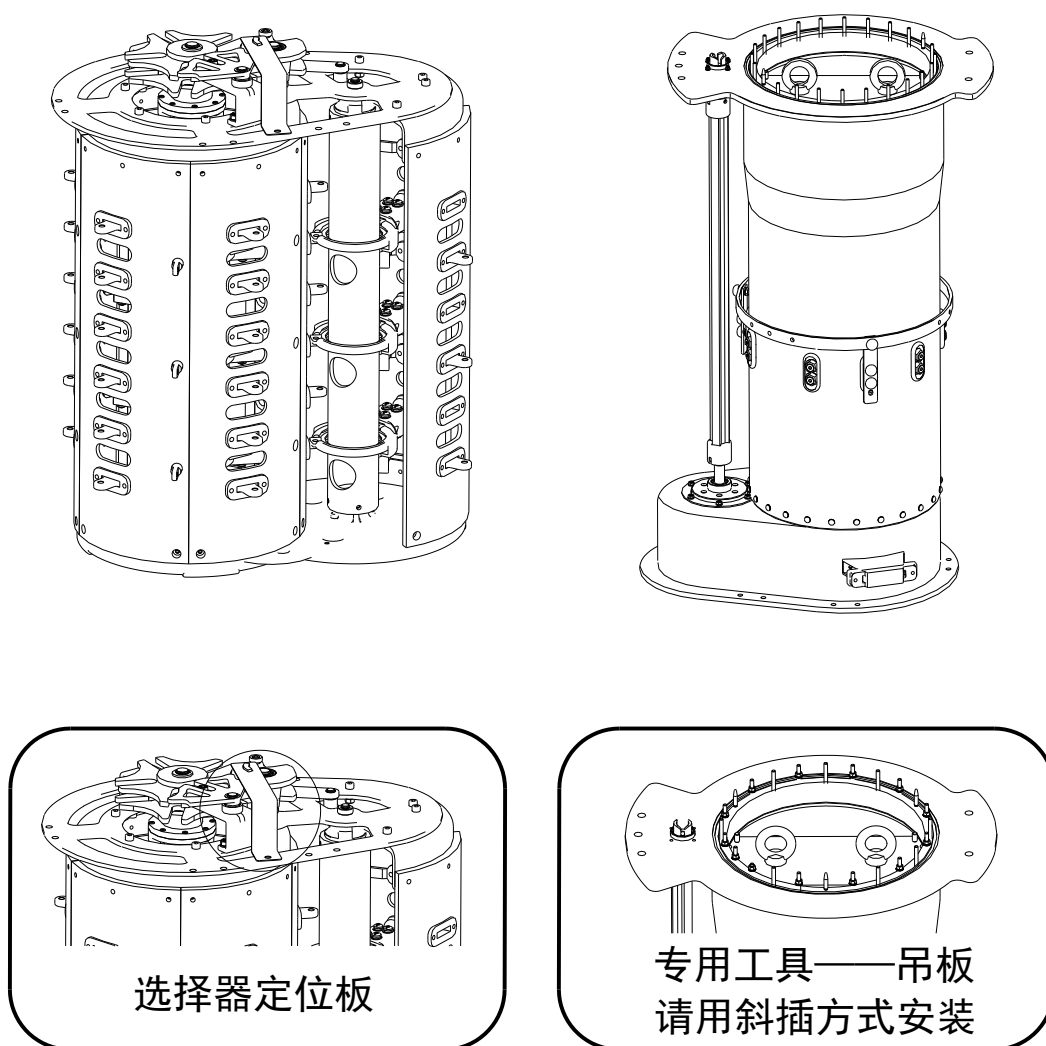

图 5-8 选择器定位板，油室起吊环
2. 拆除选择器定位板。（见图 5-8）
3. 用专用工具把切换开关油室吊起。（见图 5-8）
4. 将切换开关油室小心放置在选择器上部。（见图 5-8）